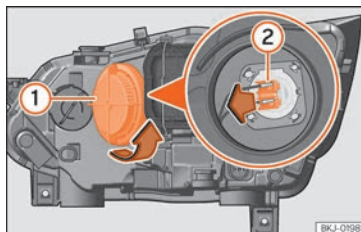

Fig. 53 En el vano motor: lámpara de luz de carretera.
- Gire la tapa (1) hacia la izquierda y sáquela » » » **fig. 53**.
- Extraiga el conector de la lámpara (2) tirando hacia afuera.
- Coloque el conector de la lámpara (2).
- Coloque la tapa (1) girando hacia la derecha.